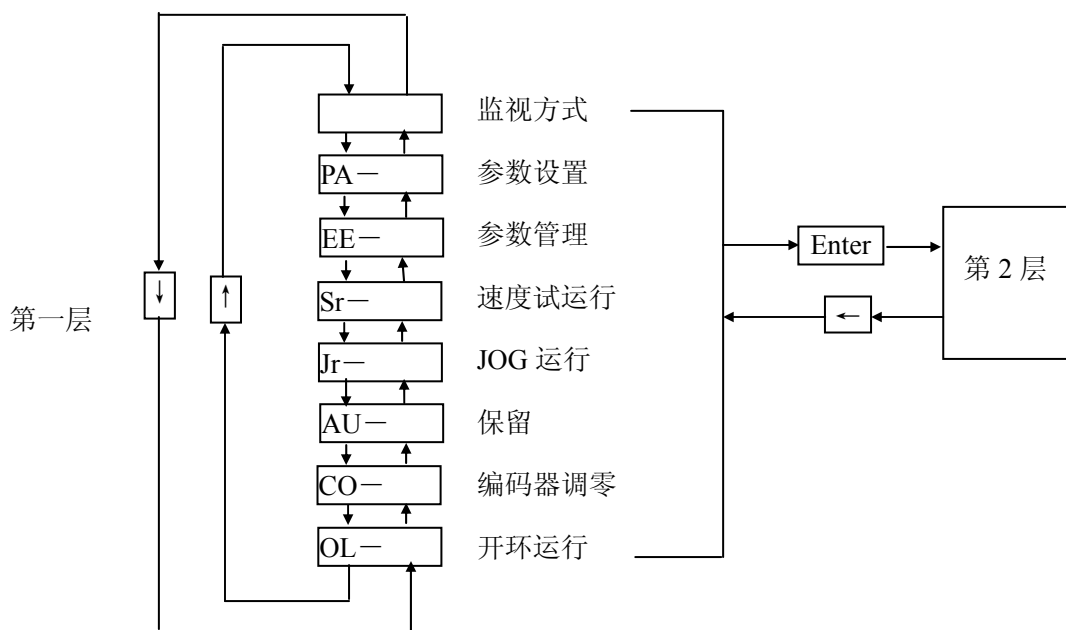

图 6-1 方式选择操作框图
- 操作按多层操作菜单执行，第一层为主菜单，包括八种操作方式，第二层为各操作方式下的功能菜单。图 6-1 示出主菜单操作框图：